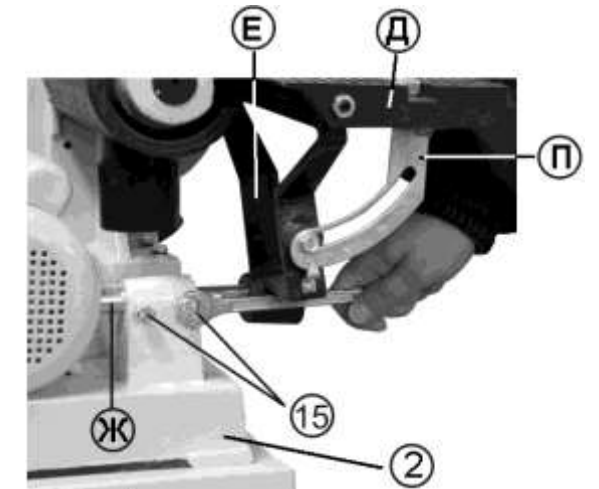

Рис.4
Когда стол шлифовальной ленты (9), Рис.11, поднят, можно переместить рабочий стол (3), Рис.11, и установить его перед шлифовальной лентой (10), Рис.11. Выполните следующее: ослабьте болты (15,16), Рис.4,5, и переставьте рабочий стол (3), затем затяните фиксирующие болты (15,16), Рис.4,5, оставьте минимальный зазор между шлифовальной лентой (10) и боковой поверхностью рабочего стола (3), Рис.11.